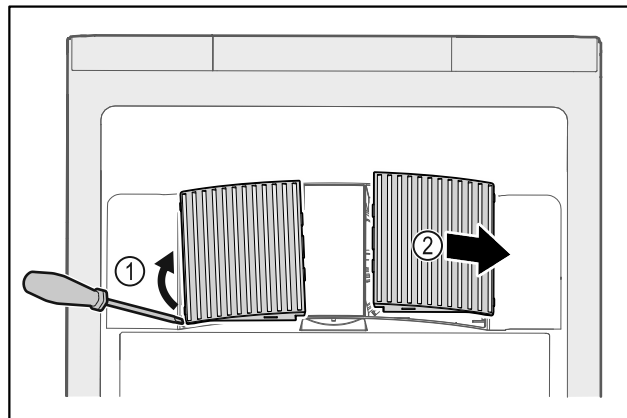

Fig. 173
- Extraire par un mouvement de levier les caches latéraux Fig. 173 (1) vers l'avant Fig. 173 (2).